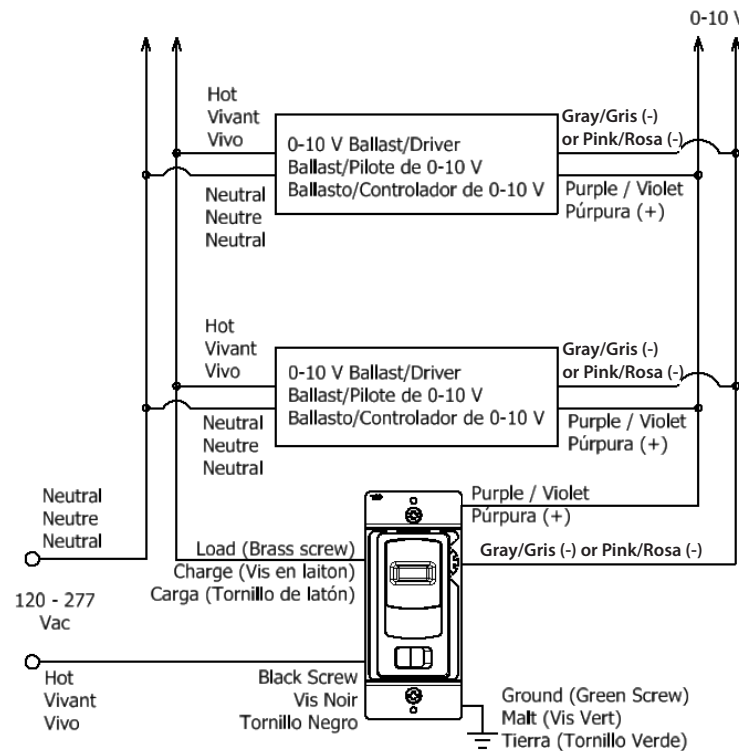

FIG. 1
- For single pole application see wiring diagram shown FIG 1 and the instruction sheet from the Ballast / driver.
- Consulter le diagramme de la FIG. 1 pour les applications unipolaires et la notice de montage du ballast / pilote.
- Para aplicación unipolar consulte el diagrama de cableado mostrado en la FIG 1 y la hoja de instrucciones del balastro / controlador.